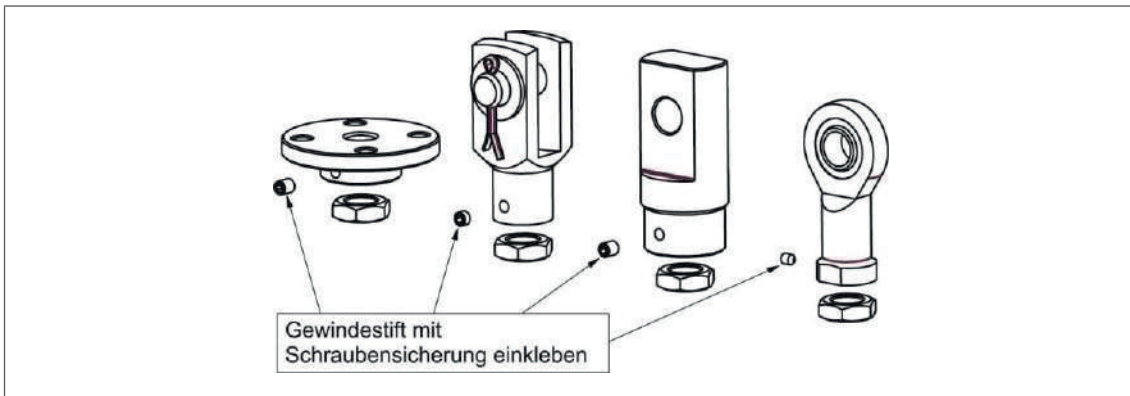

Abb. 9: Flansche, Gabel-, Schwenklager- u. Kugelgelenkköpfe nach Einstellen der Position fixieren.
3. Die Schrauben für die Baugrößen 50, 100 und 150 der Baureihen ZE und Z an den Langlöchern mit Scheiben (z.B. nach DIN 1441) montieren. Spindelkopf (siehe Abb. 9) montieren, Sicherungsschrauben mit Schraubensicherung (z.B. Loctite) fixieren, Kontermutter (bis Baugröße 100) montieren.